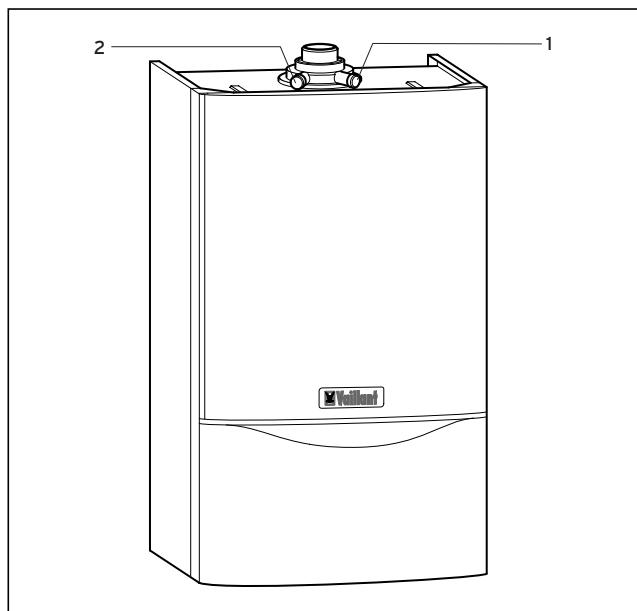

Fig. B.10: Skorstensfejerdrift
- Foretag målingen af røggas på prøvestuds (1) (fig. B.10). Målinger i luftindtaget kan foretages på prøvestuds (2).